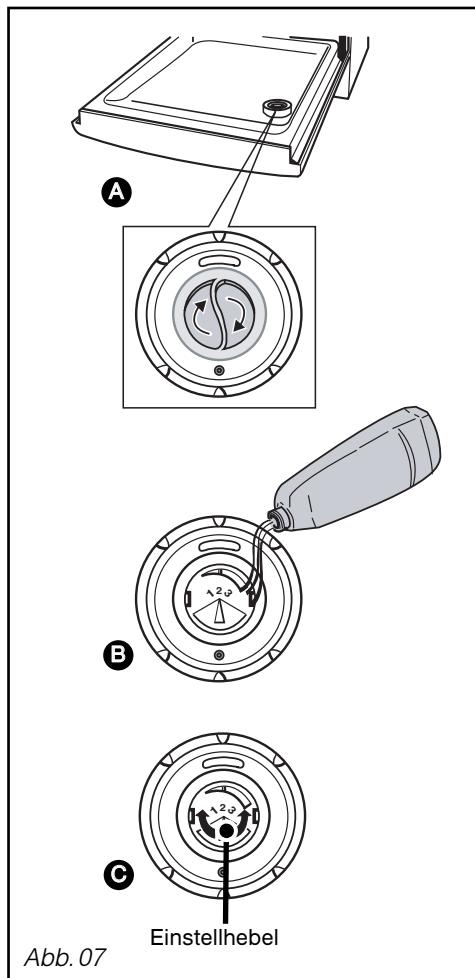

Abb. 07
- **Einfüllen von Klarspüler (Abb. 07)**
Bei Bedarf können Sie die Einstellung korrigieren : Der Vorgabewert ist 2. Wenn das Geschirr nach mehreren Gängen nicht trocken genug ist, erhöhen Sie den Einstellwert mit dem Hebel (Abb. 07):